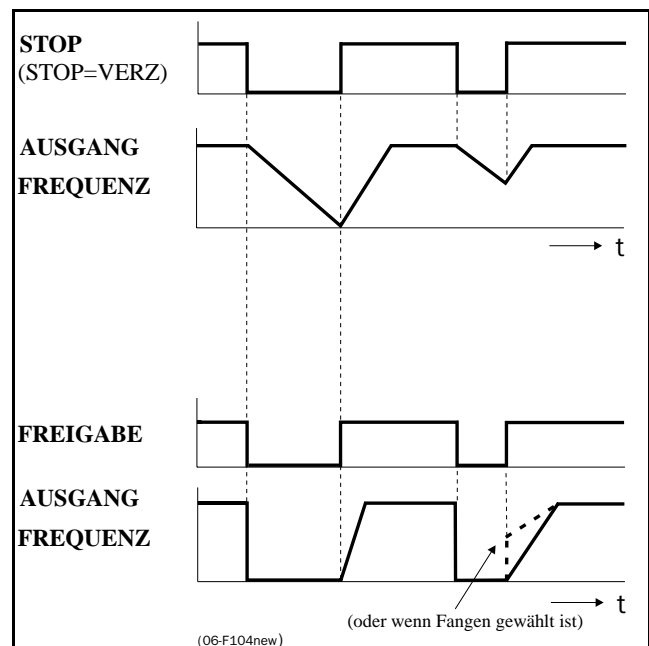

Abb. 22 Funktionalität der Stop- und Freigabe-Eingänge
Abb. 22 zeigt die Funktion der Freigabe, des Stop-Eingangs und des Stop-Modus=Verz [31A]. Der Eingang muss aktiv (HI) sein zum Starten.